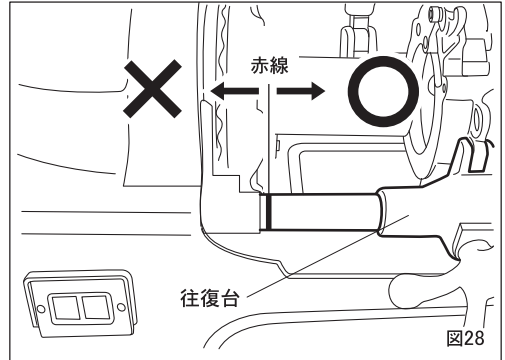

図28
- ・ねじ切りは往復台を受パイプの赤線の右側（手前の位置）から始めてください。事故や破損の原因となります。（図28）
- ①希望するサイズにセットされているか確認してください。